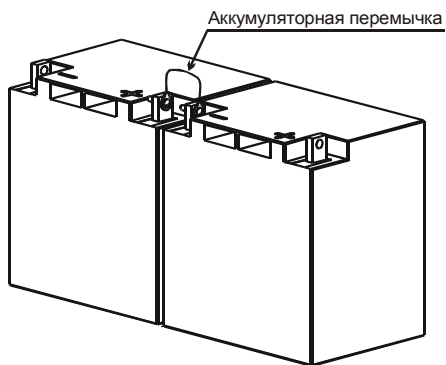

РИС.5
- соединить аккумуляторной перемычкой два аккумулятора в батарею как показано на рис.5 Приложения А;